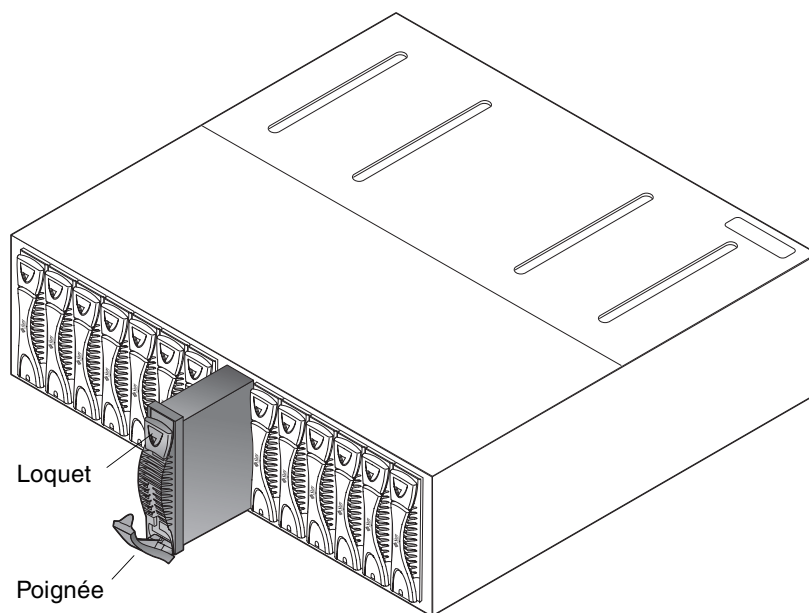

FIGURE 6-8 Retrait d'un lecteur de disques
3. Dégagez la poignée du lecteur en appuyant sur le loquet (FIGURE 6-8).